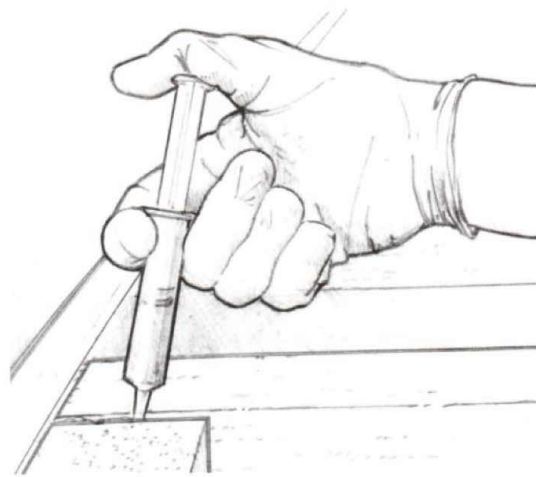

Рисунок 4-8 Введите эпоксидную смолу как можно глубже
4. Нанесите сгущённую эпоксидную смолу на контактирующие поверхности стыка. Для введения смолы вглубь соединения используйте шприц (Рисунок 4-8). Небольшая пластиковая трубочка, одетая на носик шприца, может послужить удлинителем, если это нужно. Используйте достаточное количество смеси смолы с наполнителем 406, чтобы небольшое её количество выдавилось после того, детали будут плотно прижаты друг к другу.